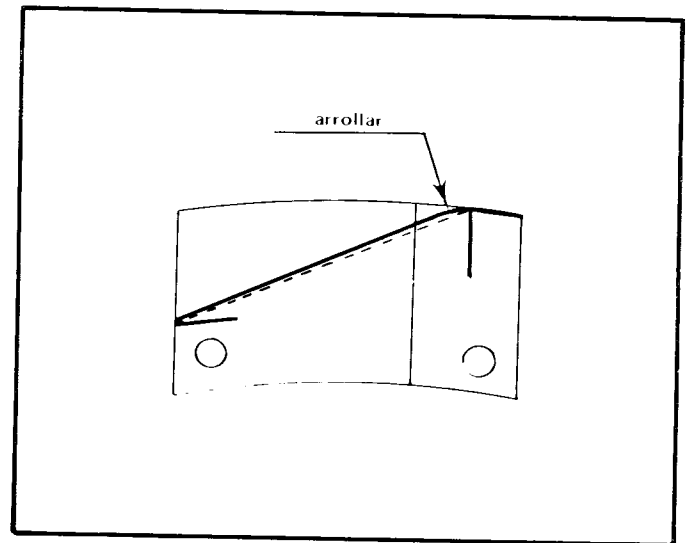

Fig. 79
ATENCIÓN ! el redondeado tendrá que ser lo más amplio posible, pero no deberá superar la línea trazada anteriormente (pos. 2 - fig. 79).